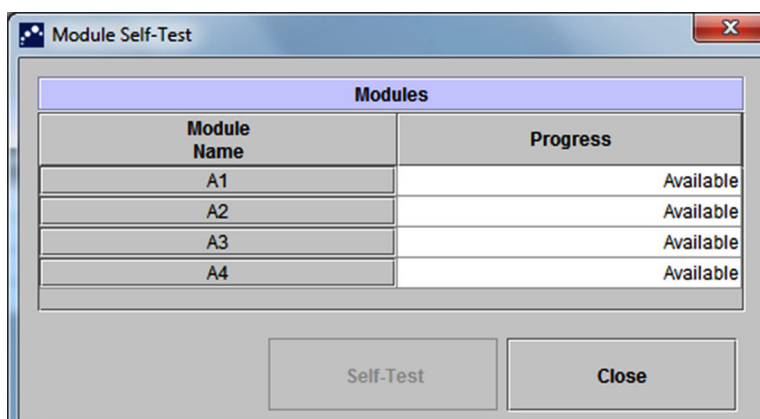

Figura 9-34. Caseta de dialog Autotest modul
3. Faceți clic pe **Întreținere (Maintenance)** din bara de meniu și selectați **Efectuare autotest (Perform Self-Test)**. Apare caseta de dialog Autotest modul (Module Self-Test). Consultați Figura 9-34.